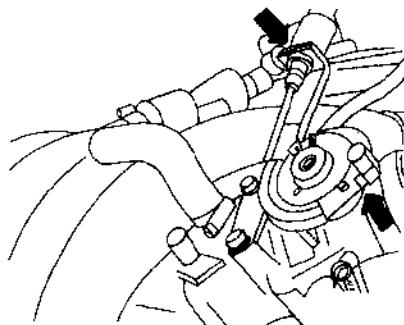

图 2-9 拆下节气门拉索
(16) 拔下起动机导线，并从变速器壳体上拆下起动机。
(17) 拧下排气歧管和前排气管的连接螺栓，拆下排气歧管。
(18) 断开空气滤清器与节气门控制器间空气管路。
(19) 拆下空气滤清器罩壳和空气滤清器。
(20) 取下节气门拉索滑轮和支座处的节气门拉索，如图 2-9 所示。注意不要把插槽与支座分离。
(21) 拆下进气岐管罩。